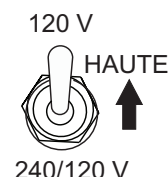

Figure 22. Position (Haute) de l'interrupteur de pleine puissance 120 V
- Placer l'interrupteur de pleine puissance (Figure 22) en position 120 V (haute).